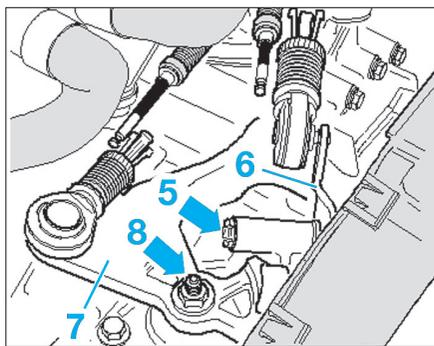

Fig. 4
- Retirer le segment d'arrêt (5) du levier de renvoi (6) et déposer le levier de renvoi (Fig.4).